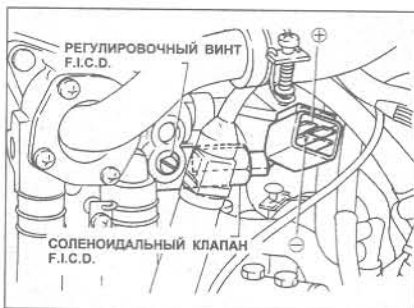

Рис. 3.45 Расположение деталей FICD - модель Executive (Глава 41)
- 11 Включите систему кондиционирования воздуха и замерьте увеличение частоты холостого хода. Если требуется регулировка, вращайте регулировочный винт FICD с правой стороны IAA блока (Рис. 3.45).